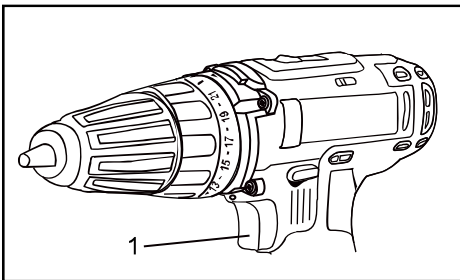

Рис. 6
Шуруповерт оснащений кнопкою включення (1) із плавним регулюванням числа обертів. Повільне обертання відбувається при легкому натисканні на кнопку й збільшується при більш сильному натисканні (Рис. 6).